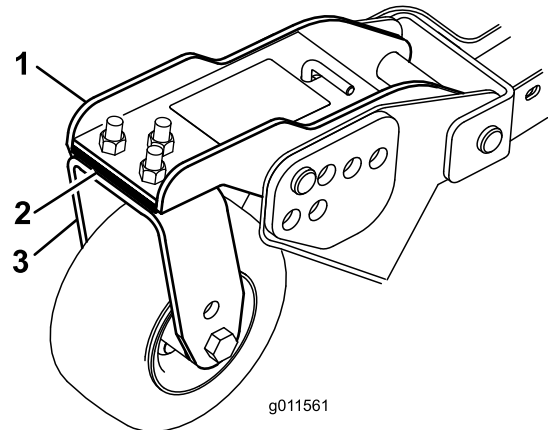

Bild 31
3. Stellen Sie die Beilagscheiben (3 mm) an den vorderen Laufradgabeln auf die entsprechende Schnitthöhe auf dem Aufkleber ein (Bild 31).
3. Wenn die innere Schnittkante des Seitenmähwerks im Verhältnis zur äußeren Kante das Frontmähwerks zu hoch ist, entfernen Sie eine Beilagscheibe (3 mm) von der Unterseite des vorderen inneren Laufradarms am Mähwerk (Bild 31).